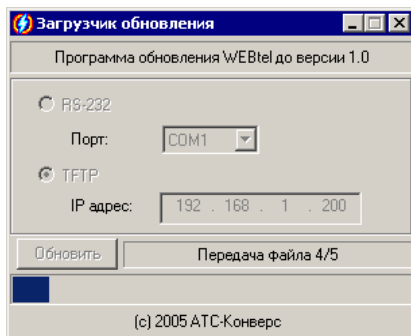

Рисунок 35 – Отображение процесса обновления ПО адаптера
10.6.3 Нажмите кнопку «Обновить», при этом должен начаться процесс передачи данных в адаптер, в статусной строке отображается оставшееся количество передаваемых файлов (рисунок 35).